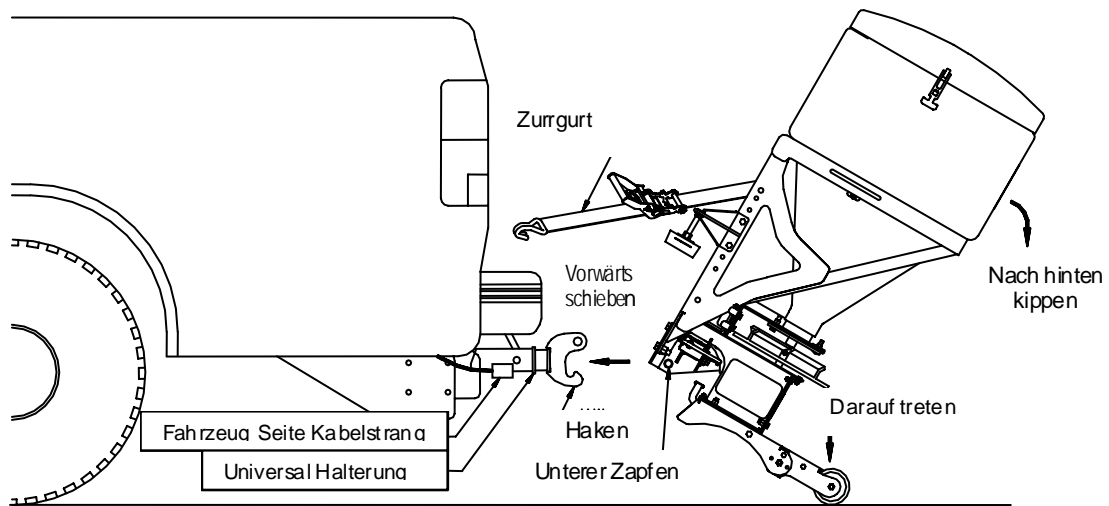

Bild 11. RT3 Aufnahme Anbau Anleitung
5. Halten Sie den Streuer fest, stellen sich auf das Fussteil und drehen den Streuer nach hinten bis der Zapfen hoch genug für die RT3 Aufnahme ist. Siehe Bild 11.